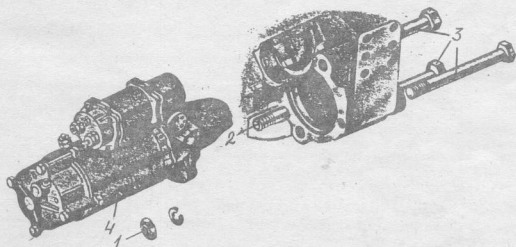

Рис. 25. Установка стартера:
79. Установить в картер маховика стартер совместив отверстие со шпилькой 2, установить болты 3 крепления стартера, завернуть болты 3 и гайку 1 крепления. (Ключ гаечный кольцевой 24 мм). (Рис. 25)